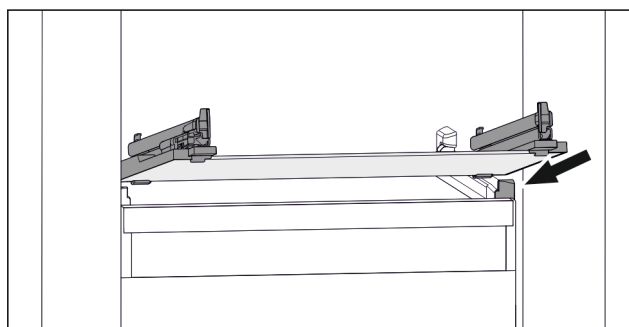

Fig. 73 Eksempel på fremstilling av glassplaten
- ▶ Sett glassplaten på skrå bak stopperne. (se Fig. 73)